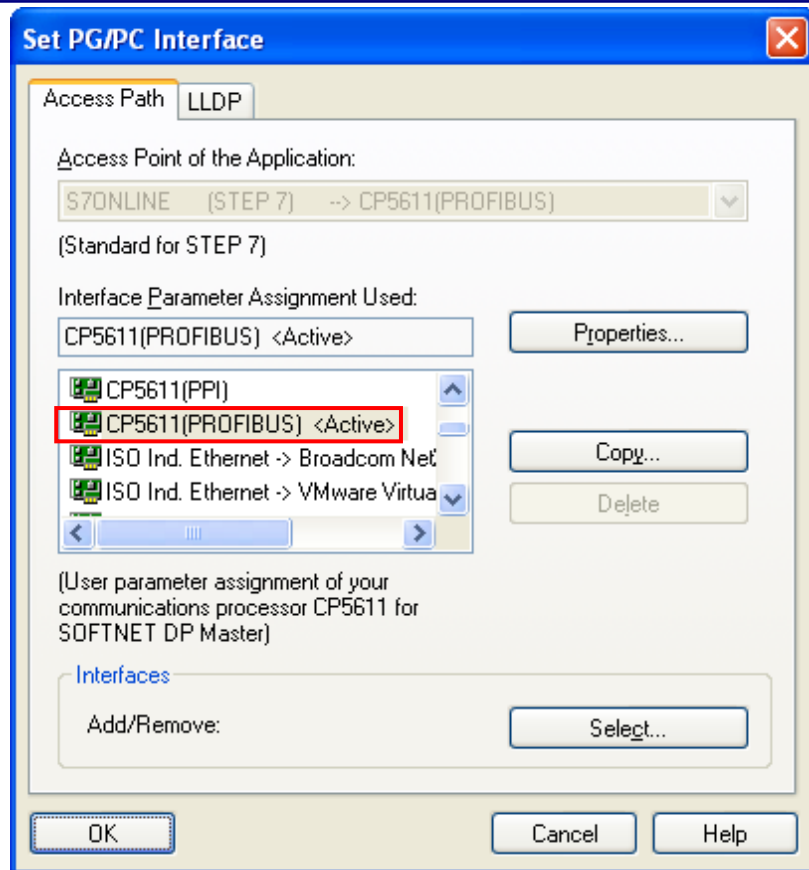

图 14
10. 打开“Set PG/PC Interface”窗口，此时也可选择“CP5611(PROFIBUS)”如图 14，这两种接口参数分配方式都不影响 OPC Server 与 S7-200 的通讯功能